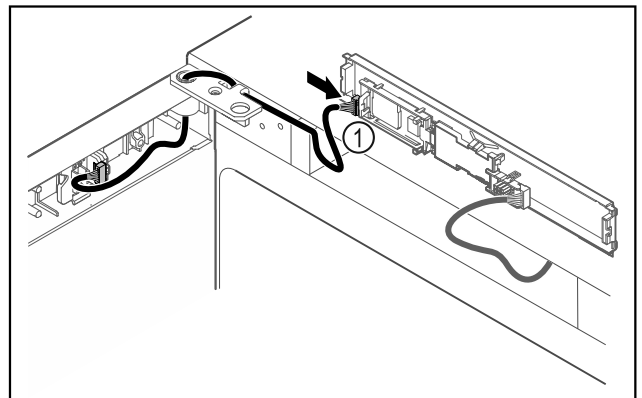

Fig. 41
- ▶ Įkiškite kištuką į plokštę Fig. 41 (1).